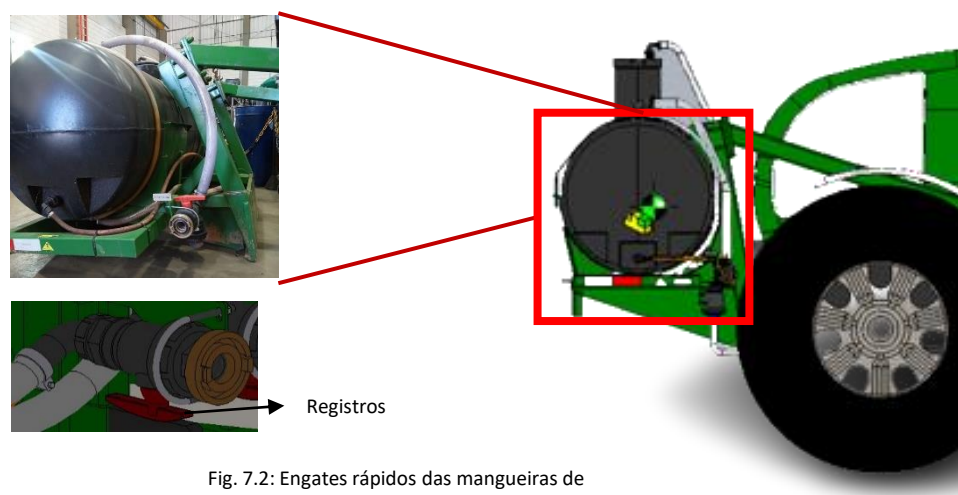

Fig. 7.2: Engates rápidos das mangueiras de abastecimento de herbicida.
2. Abra o respiro (Fig. 7.3) antes de iniciar o abastecimento. Abra o registro (Fig. 7.2);